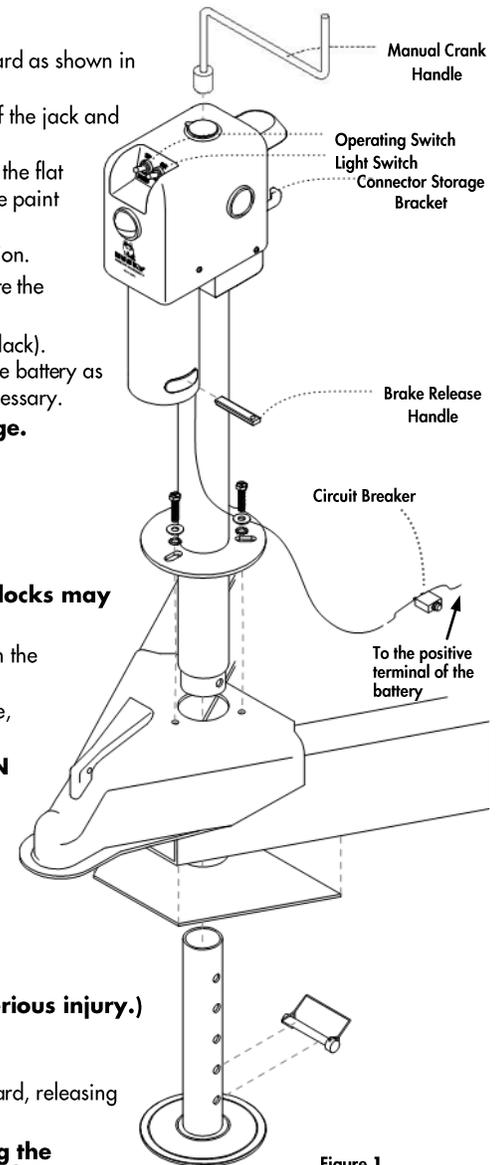

Figure 1
4. Insert the Husky® Brute into the jack hole and aligning the bolt holes so the motor housing is facing forward as shown in Figure 1.
5. Secure the jack with three (3) grade 5, 3/8"-16 UNC bolts and washers. Place the star washers between the flat washers and mounting plate as shown in Figure 1. The star washers are intended to penetrate through the paint on the mounting plate to ensure direct metal to metal contact. Bolts should be tightened to 15-20 ft-lb.
4. Insérez le vérin Brute de Husky® dans la prise de vérin et alignez les trous des boulons afin que le boîtier du moteur soit tourné vers l'avant, comme le montre la figure 1.
5. Fixez solidement le vérin en installant trois (3) boulons et rondelles 3/8" de calibre 5 avec filetage 16 UNC. Placez les rondelles éventails entre la rondelle plate et la plaque de fixation, comme le montre la figure 1. Elles ont été conçues pour pénétrer dans la peinture de la plaque de fixation et ainsi assurer un contact direct métal à métal. Les boulons devraient être serrés à un couple variant entre 15 et 20 pied-livre.